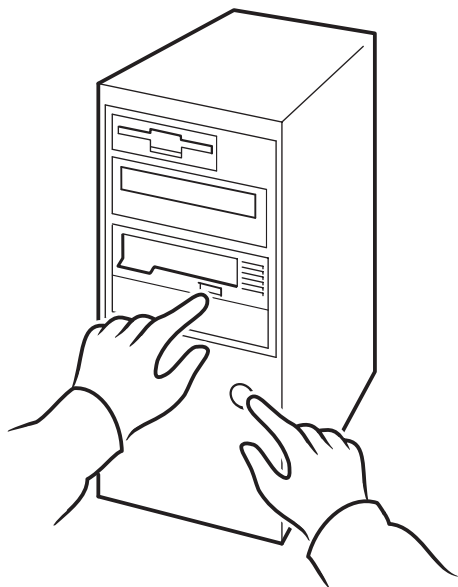

Figura 12b: utilizzo di HP OBDR, fase 2
- 2 Premere il pulsante di espulsione. Tenendo premuto il pulsante di espulsione, accendere (vedere la figura 12b). Verrà attivato il processo HP One-Button Disaster Recovery. Rilasciare il pulsante di espulsione non appena il LED Ready sul pannello anteriore comincia a lampeggiare con la sequenza OBDR. Si tratta di una sequenza ripetitiva di: LED lampeggiante-LED acceso-LED lampeggiante.